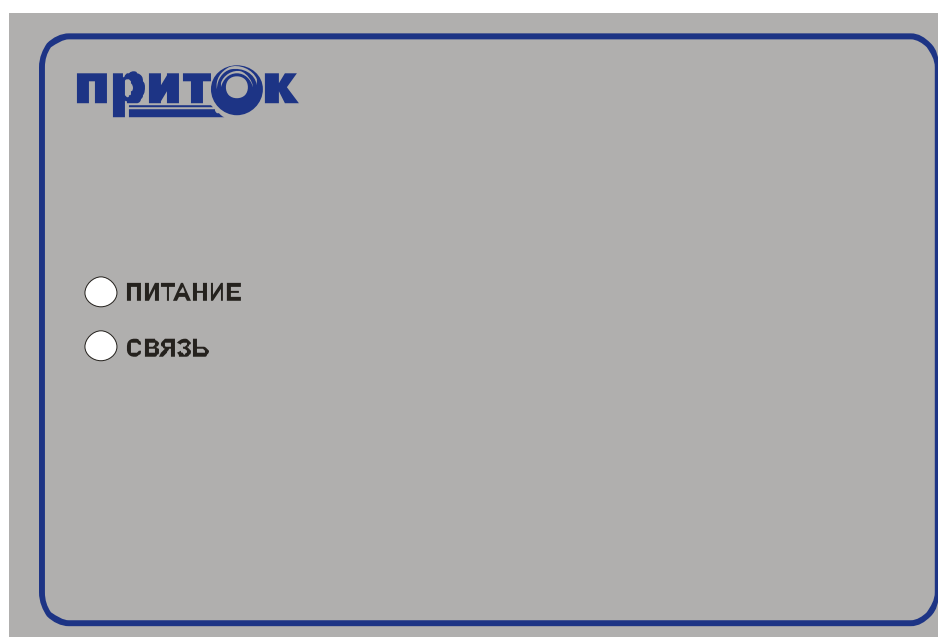

Рисунок 4.1 – Передняя панель расширителя релейного РР
4.2 На лицевой панели расширителя установлены (см. рисунок 4.1):